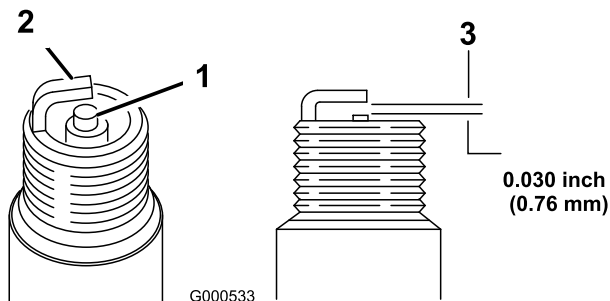

Рисунок 40
1. Осмотрите середину каждой свечи зажигания (Рисунок 40).
2. Проверьте зазор между центральным и боковым электродами (Рисунок 40) и отогните боковой электрод, если зазор не соответствует требуемому.